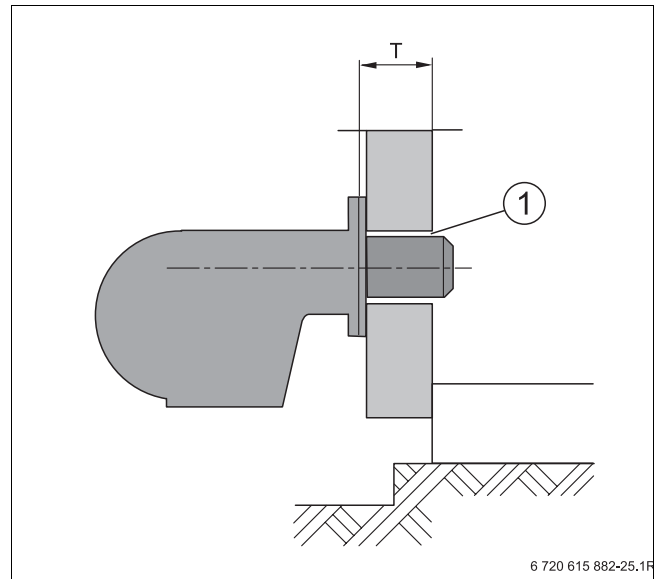

Рис. 21 Схематичное изображение дверцы горелки толщиной  $T$
- ▶ Учитывайте толщину дверцы  $T$  (→ рис. 21, таб. 4).